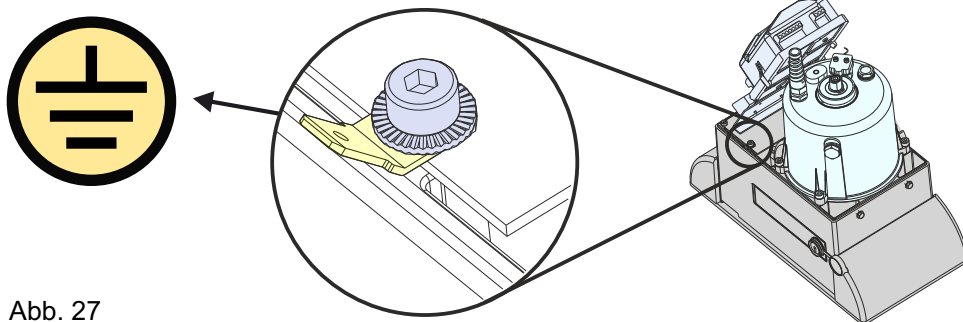

Abb. 27
**8.1.** vor dem Anschließen des Antriebes, führen Sie dessen Erdung mit der entsprechenden Erdungsschraube - Abb. 27 - durch